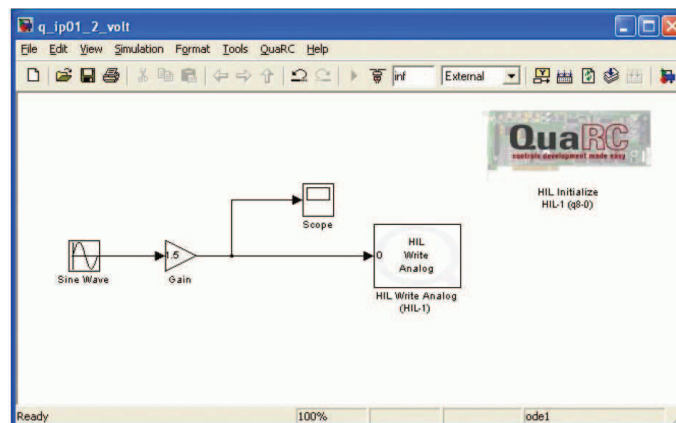

Figura 2.2: Diagrama para aplicar uma tensão senoidal no conversor D/A.
Criar um modelo no Simulink similar ao mostrado na Figura 2.2 para gerar o nível de tensão desejado na saída analógica 0 da placa de aquisição de dados.
7. Clique e arraste o bloco *HIL Write Analog* para o diagrama do Simulink. Ele é usado para fornecer um sinal de tensão na saída do conversor D/A da placa de aquisição de dados. Adicione o bloco *Sine Wave*, localizado na biblioteca *Simulink|Source*, e o bloco de ganho localizado em *Simulink|Math Operations* no diagrama do Simulink. Conecte os blocos conforme mostrado na Figura 2.2;